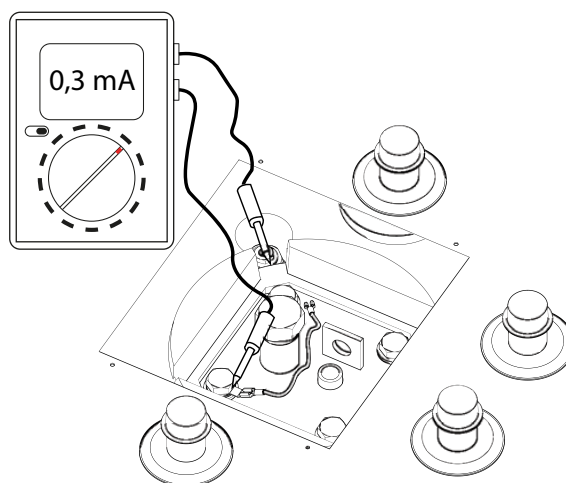

Fig.19 Måling af anodestrøm.
3. Tilslutningskablet frakobles (jord) (Fig.19) fra beholderens dæksel eller anoden.
4. Tilslut et multimeter (mA) og aflæs anodestrømmen. (Fig. 19)